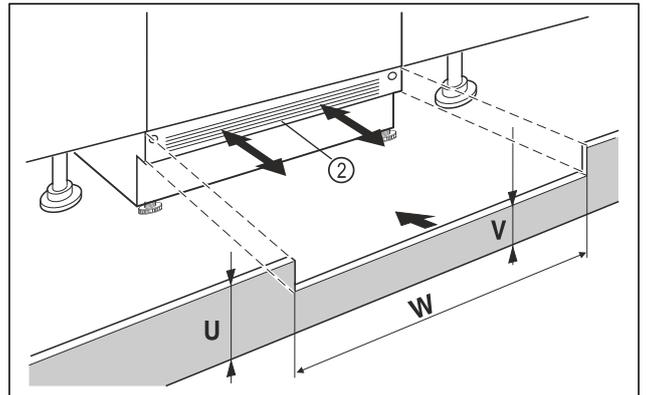

Fig. 40 Beispielhafte Darstellung
- ▶ Gerätesockelblende Fig. 40 (2) aufsetzen aber noch nicht fixieren.
- ▶ Bei sichtbarer Sockelblende Fig. 40 (2), diese so weit nach vorn ziehen, dass Vorderkante Lüftungsgitter und Möbelsockelblende eine Ebene bilden.
- ▶ Bei verdeckter Sockelblende Fig. 40 (2), diese ganz nach hinten schieben.
- ▶ Auf komplett freie Lüftungsschlitze achten: Bei Bedarf Höhe der Möbelsockelblende Fig. 40 (U) zuschneiden!
- ▶ Entlang der Nischenbreite Fig. 40 (W) die Steghöhe Fig. 40 (V) unter der Gerätesockelblende Fig. 40 (2) einpassen.